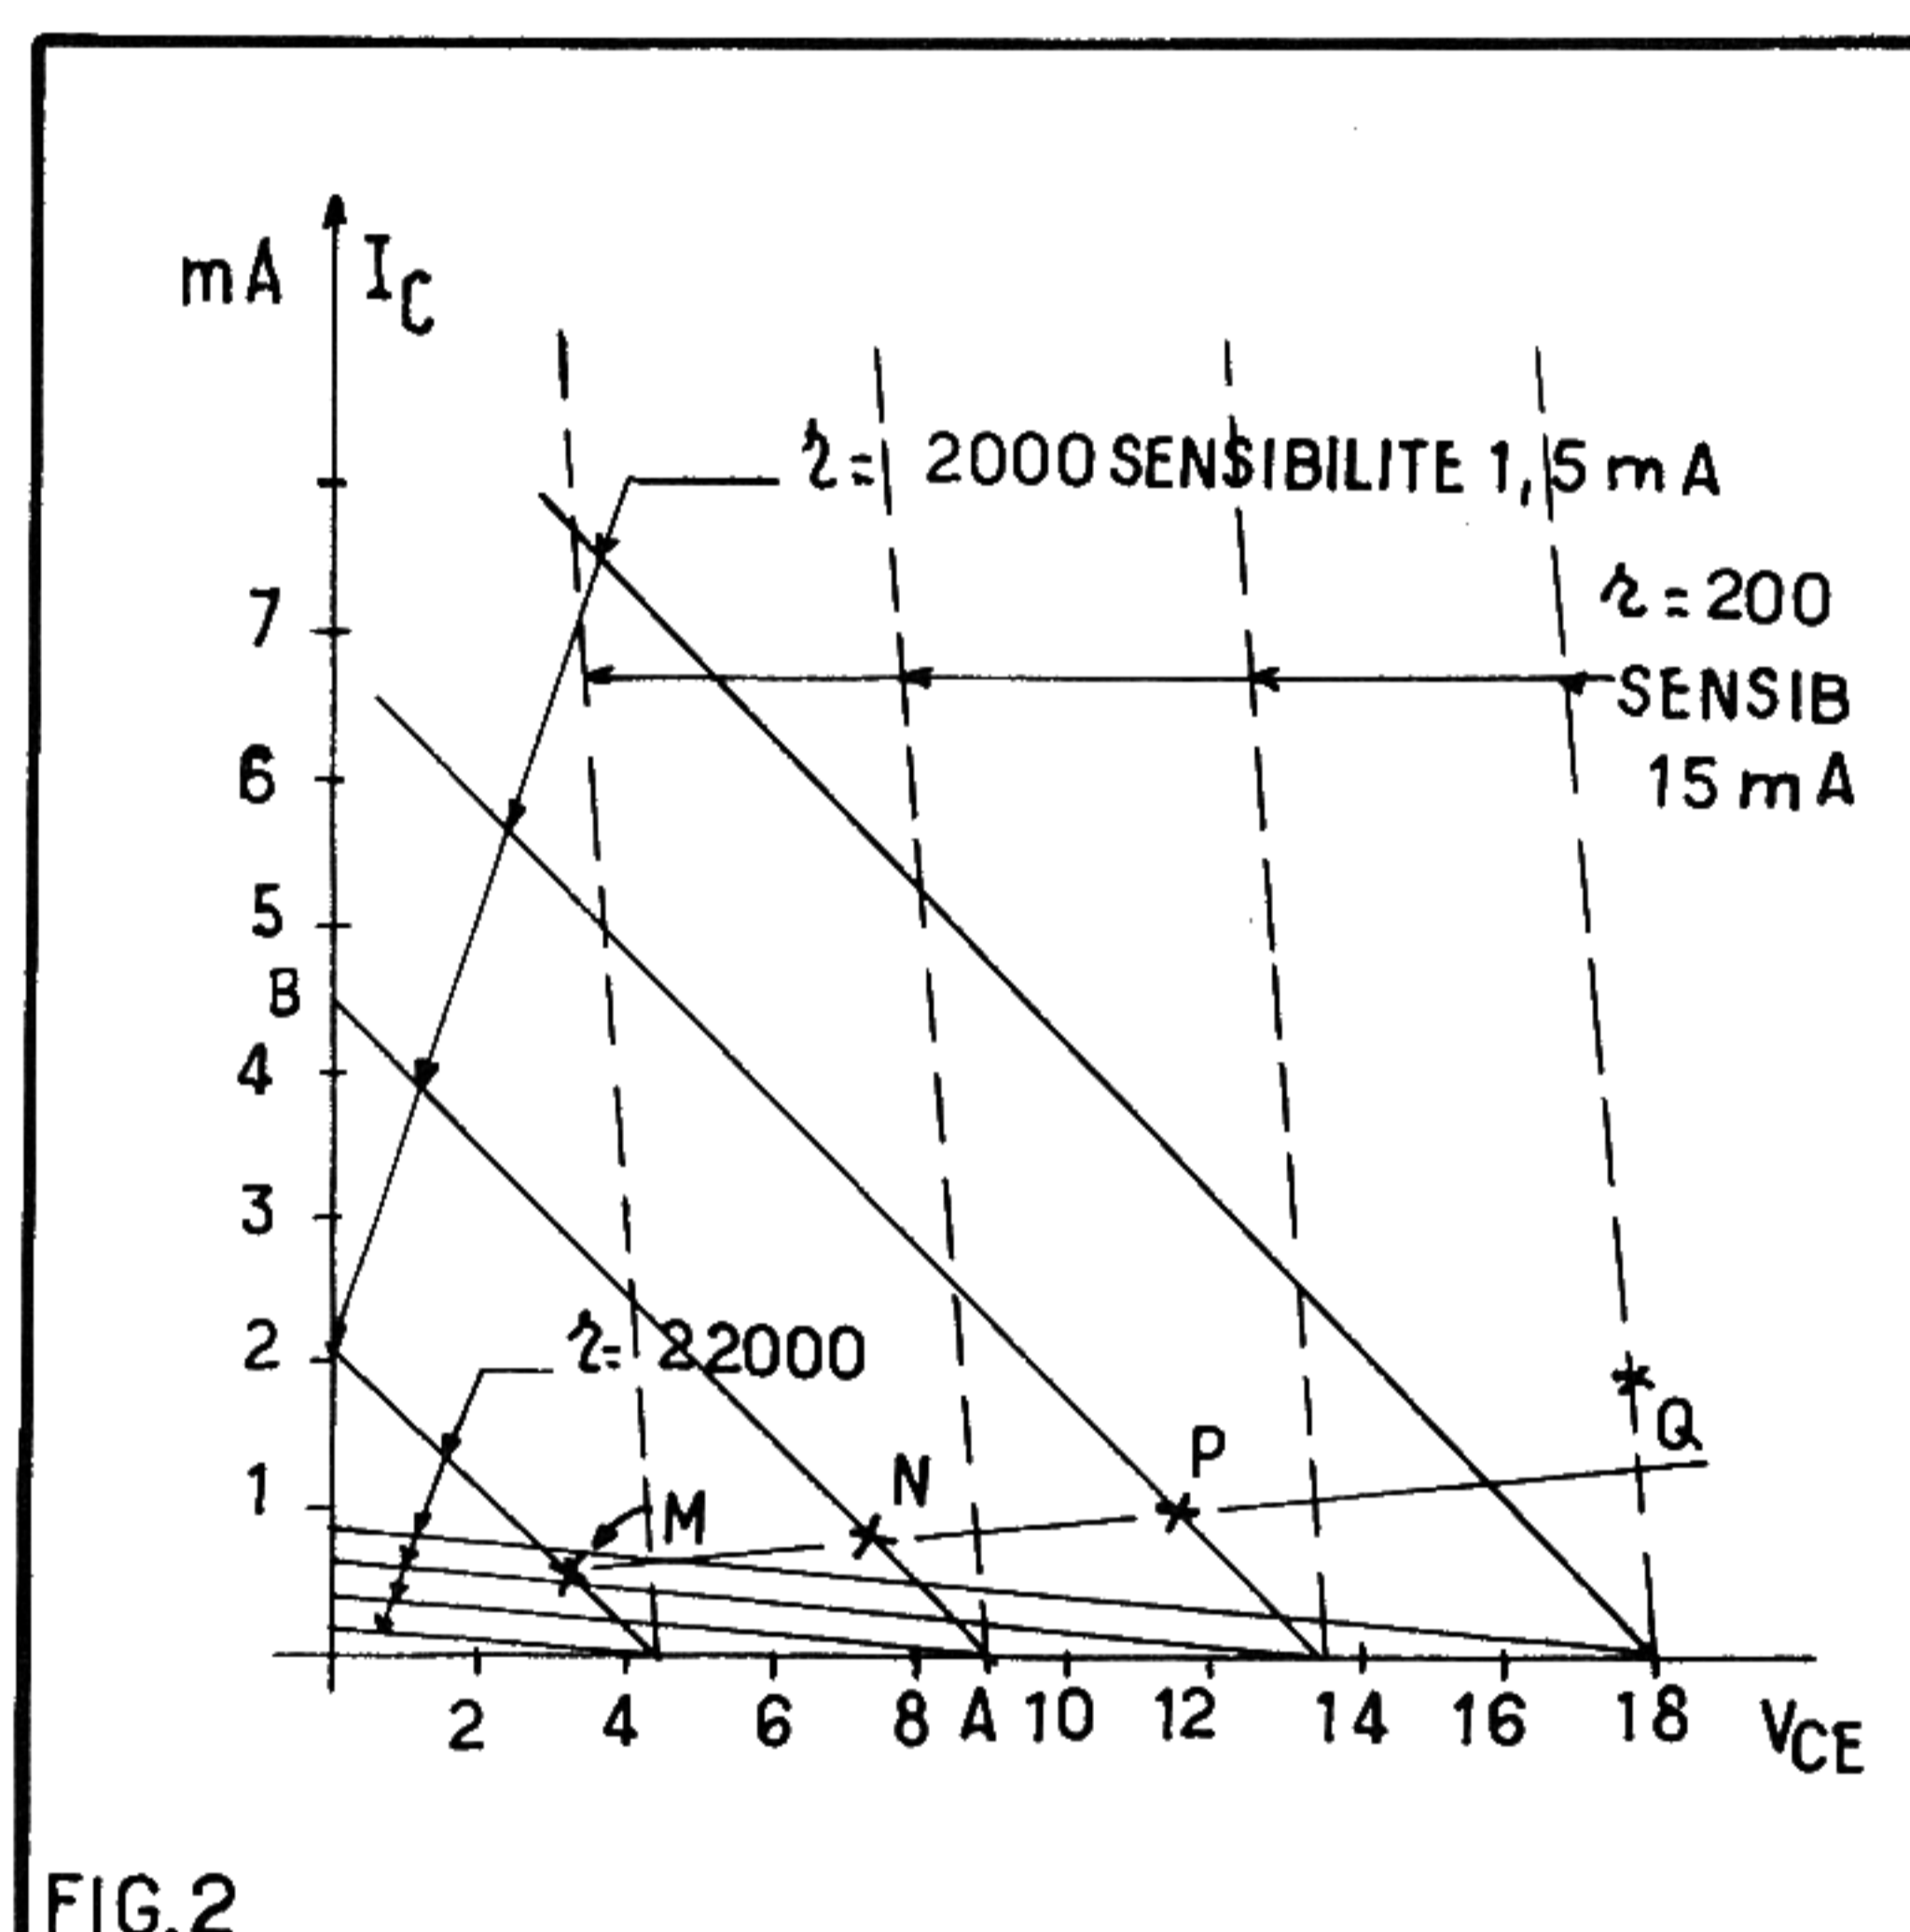

FIG.2
Ainsi par exemple pour $E = 9$ V, $r = 2 000$ ohms on obtient, pour $I_c = 0$, le point A (voir figure 2). Pour $V_{ce} = 0$ la formule (1) devient $E - rI_c = 0$ d'où on
On obtient ainsi pour chaque valeur de E une courbe différente mais parallèle aux autres. Pour les autres calibres on obtient d'autres réseaux de droites de charge. Pour $r = 22 000$ ohms elles sont moins inclinées sur l'horizontale, pour $r = 200$ ohms elles le sont plus comme le montre la figure 2.